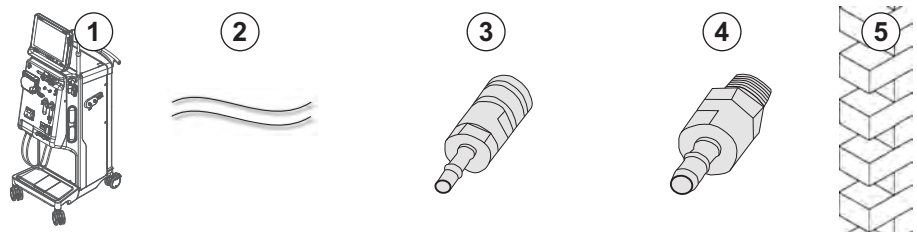

Fig. 4-7 Conectores Aquaboss de concentrado centralizado
- Conector de concentrado fêmea (Fig. 4-7, ③) (lado da máquina), material 1.4529 EPDM
- Conector de fecho macho de concentrado AISL 316I (④, lado da parede), material 1.4529 EPDM
1. Adapte o conector fêmea de concentrado ③ ao tubo de fornecimento concentrado central ② vindo diretamente do equipamento de diálise.
2. Adapte o conector fêmea de concentrado ③ ao conector de fecho macho de concentrado ④, o qual se encontra fixo na parede.